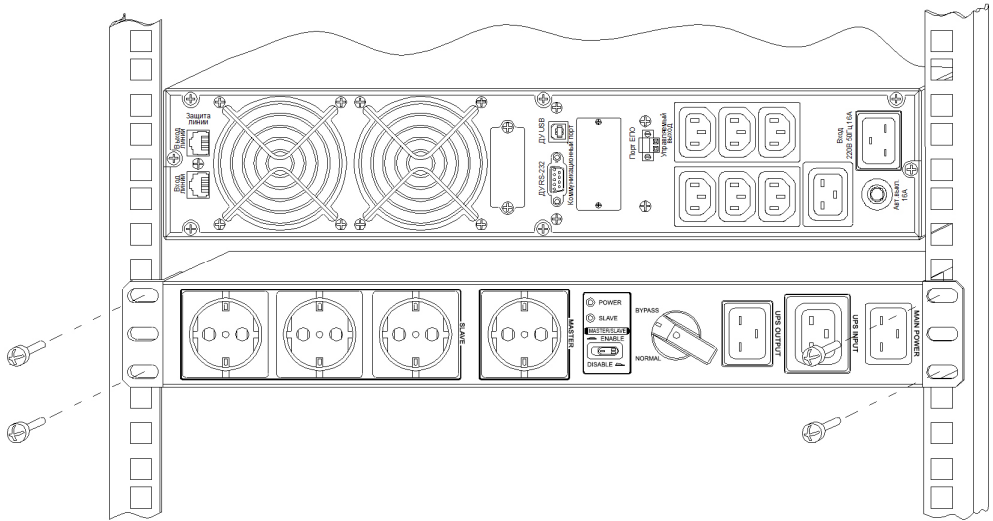

Рисунок 2 – Порядок установки модуля MBU 3К-220V в стандартный шкаф или стойку для телекоммуникационного оборудования шириной 19 дюймов
**7.1.3** Установку модуля в шкаф следует производить в следующей последовательности (рисунок 2):